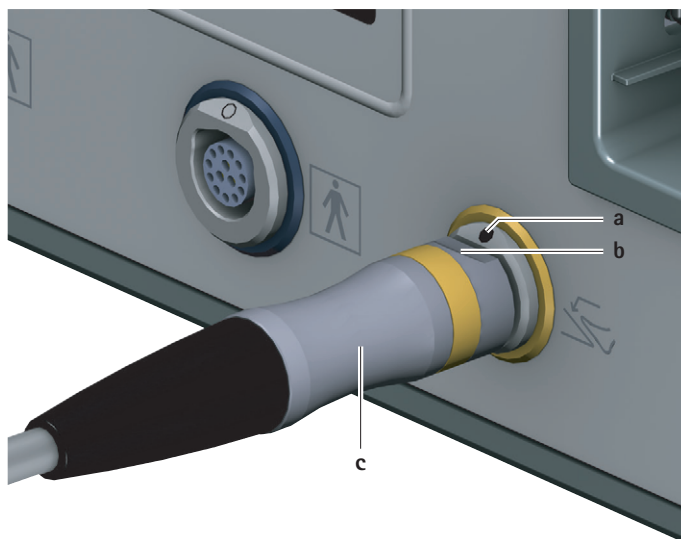

Fig. 2 Ligar o comando a pedal
- Alinhar a ficha do comando a pedal **c** de tal forma que a marcação **b** na ficha coincida com a marcação **a** na tomada de ligação do comando a pedal 6, ver Fig. 2.
- Retirar a ficha do comando a pedal **c** da tomada de ligação do comando a pedal **6**, ver Fig. 2.